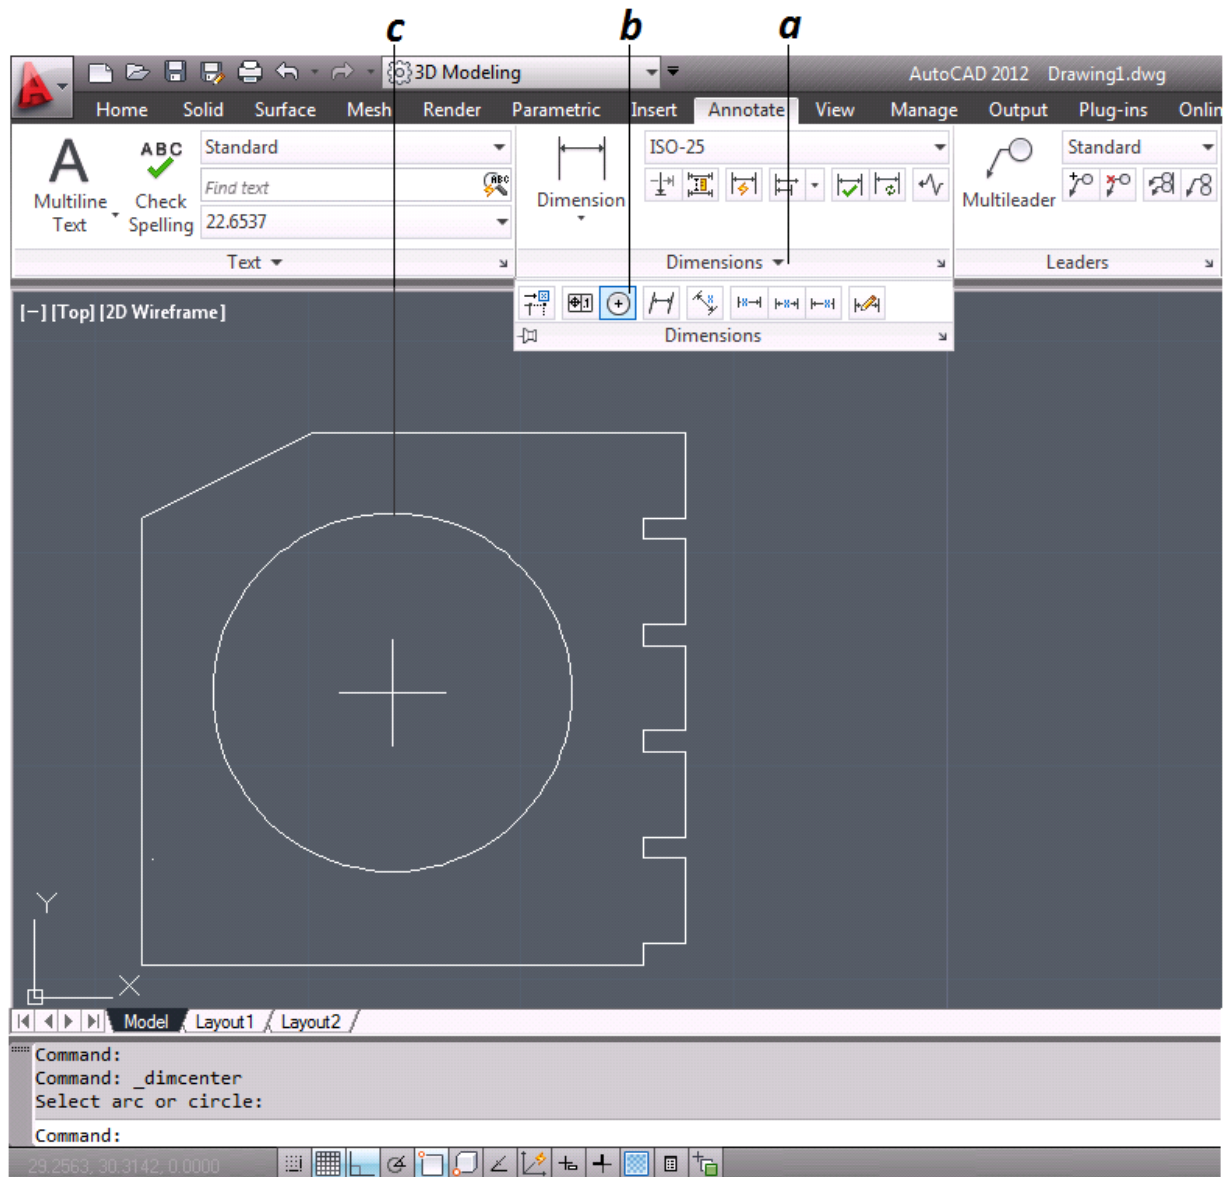

Figura 3.75 Acotado “Marca de Centro”
- Se da clic sobre la flecha Dimensiones [Dimensions] para desplegar las opciones (figura 3.75).
- Se selecciona la opción marca de centro (figura 3.75).
- Se selecciona el círculo o arco para poner la marca (figura 3.75).